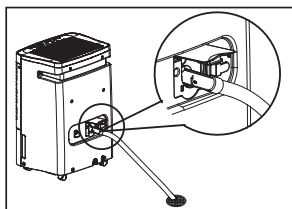

fig. 5
- Dirija la manguera hacia el desagüe, asegurándose que no haya dobleces que impidan que el flujo de agua. (fig.5)